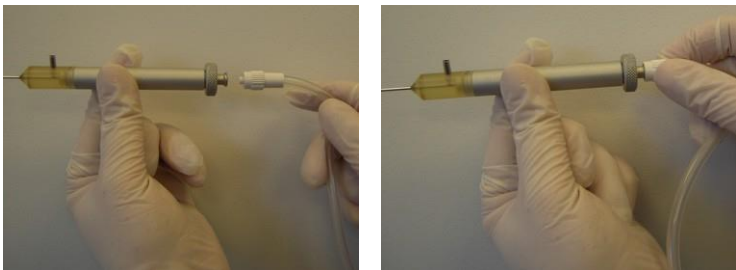

Figure 3-82. Raccordement du bout de la vis de la tubulure d'implantation à la pièce à main
6. Raccordez le bout de la vis du tube d'implantation stérile à la pièce à main, en vissant le connecteur du tuyau sur la base de la pièce à main, comme illustré à la Figure 3-82.